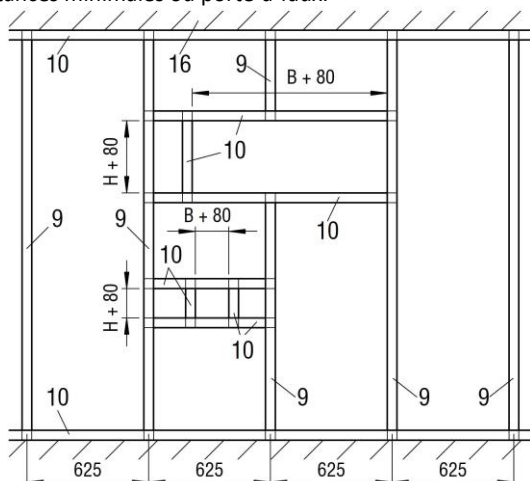

Figure 33 : Ossatures métalliques avec les modifications nécessaires pour le montage à sec (F30/F60)
- Réaliser une ossature métallique et le mur conformément aux instructions du constructeur du mur et prévoir les pièces de remplacement selon Figure 33.
- Placer le BKA-Ü (pos. 1) dans l'évidement du mur (côté commande - respecter la dimension de montage 210 mm). Veiller à ce que la fente entre le mur et le BKA-Ü soit bien centrée. Monter les éléments de fermeture BKA-Ü à l'aide de dispositifs de suspension, etc.
- ☐ Poser la laine minérale (pos. 11.4) dans la fente circconférentielle d'une épaisseur de 40 mm entre le boîtier du BKA-Ü et les profilés métalliques (pos. 10).
- Réaliser le parement (pos. 12) des deux côtés du mur et le doublage sur le côté opposé au côté commande (pos. 49.4).